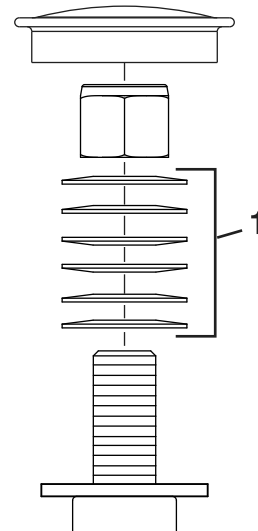

Figura 56
3. Retire el tapón guardapolvo de la rueda giratoria y apriete la contratuerca (Figura 56).
4. Apriete la contratuerca hasta que las arandelas de muelle estén planas, luego afloje  $\frac{1}{4}$  de vuelta para establecer la pre-carga correcta de los cojinetes (Figura 56).
**Importante:** Asegúrese de que las arandelas de muelle estén correctamente instaladas, según se muestra en Figura 56.
5. Coloque el tapón anti-polvo (Figura 56).